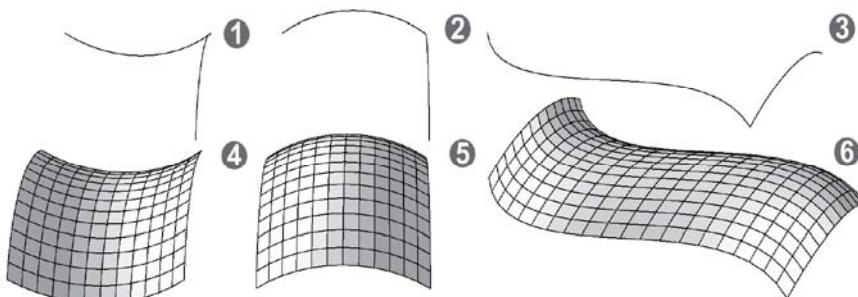

图 1.4.13 单轨成形示例
这是用两条曲线轨迹进行扫描并在它们中间形成一个曲面的技术，同样需要插件配合完成。两条轨迹线中的任意一条都可以看成放样路径，另一条轨迹线沿路径移动形成曲面。所以有些插件把能完成这种任务的工具命名为“单轨放样”。图 1.4.13 ①②③所示为 3 组不同的轨迹线，图 1.4.13 ④⑤⑥所示为对应的放样成形结果。